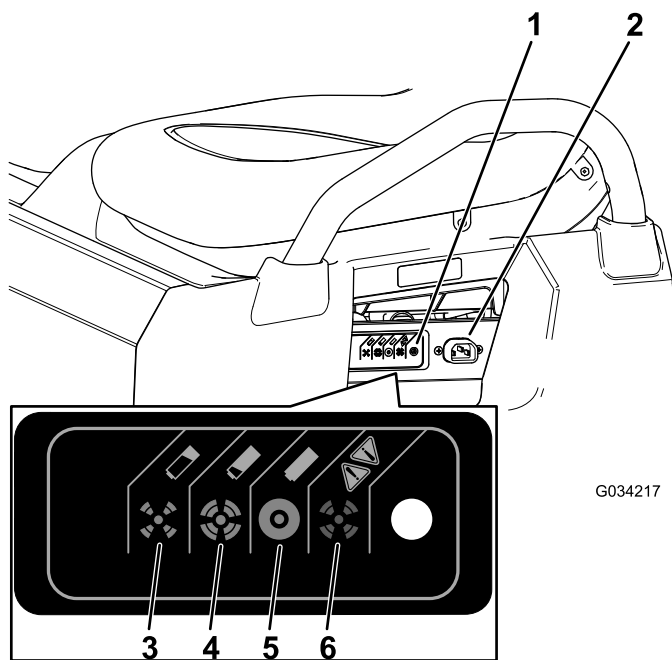

Figure 37
3. Branchez un cordon de chargeur de **calibre 16 (ou de plus gros diamètre), de 2,5 m ou plus court** à la prise de charge de la machine (Figure 37).
Reportez-vous au tableau suivant et à la Figure 37 pour connaître la signification des différentes couleurs du voyant d'état du chargeur.